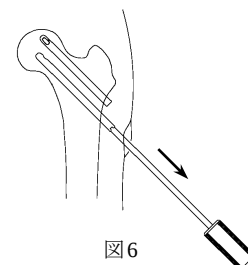

図6
- **6) SB フィックスのアウターが固着して専用抜去器で抜去できない場合、インナーを抜去した後、アウター抜去器をインプラントのアウターに接続し、手動的に抜去します。（図6）